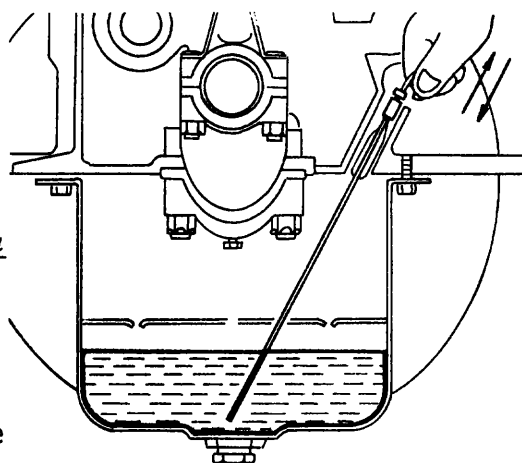

Fig. 1
- b Controle el nivel de aceite a través de la varilla (fig.1).